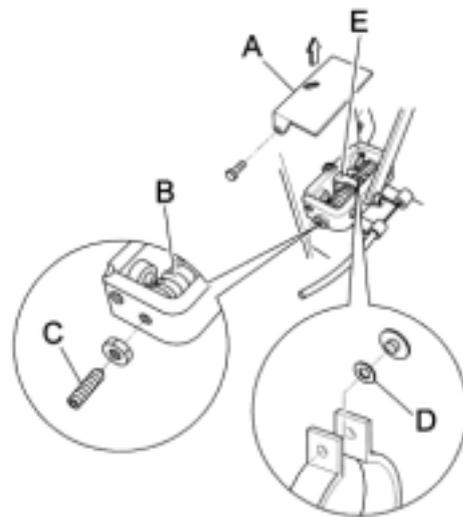

Fig. 8
- togliere il coperchietto di chiusura (Fig. 8 Rif. A),
- stringere con lo stesso carico entrambe le molle (Fig. 8 Rif. B) tramite gli appositi grani (Fig. 8 Rif. C)
- controllare il corretto funzionamento del freno. In caso il freno non funzioni correttamente, potrebbe essersi consumato il ferodo, occorre quindi togliere gli spessori (Fig. 8 Rif. D) affinché il perno eccentrico di comando (Fig. 8 Rif. E) risulti leggermente libero e non bloccato in posizione.